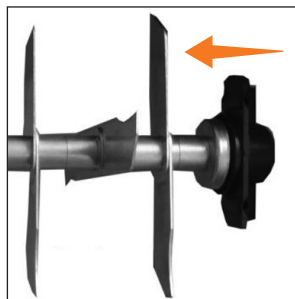

Рис. 6.1
1. Установите крышку подшипника на рабочий вал (рис. 6.1).